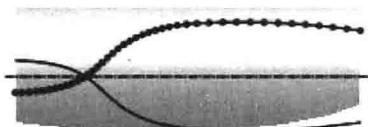

图 1.14 草图 3
Step11. 创建图 1.14 所示的草图 3。在操控板中单击“草绘”按钮 ；选取 FRONT 基准平面为草绘平面，选取 RIGHT 基准平面为参考平面，方向为下，单击 按钮，绘制图 1.14 所示的草图。
说明：图 1.14 所示的草图是使用“投影”命令和“镜像”命令绘制而成的。